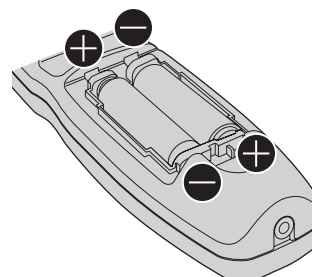

Рис. 2
- 2) Вставьте батареи и закройте крышку (сначала вставляйте сторону **+**). (Рис. 2)